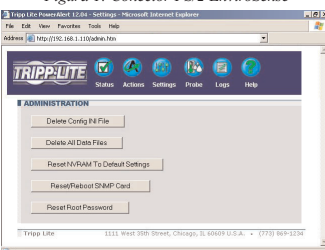

Figura 2: Pantalla de Administración de PowerAlert
- Después de conectar el sensor, use su Navegador de Web para conectarse a <http://x.x.x.x/admin.htm> (reemplace x.x.x.x con la dirección IP de la tarjeta). Entre a la interfaz de PowerAlert como el administrador. Haga click en el botón etiquetado *Reset/Reboot SNMP Card* [Restaurar/Reinicializar la tarjeta SNMP] (Figura 2). Después de que la tarjeta se haya reinicializado, un nuevo botón etiquetado *Probe* [Sonda] aparecerá en el área superior de navegación del PowerAlert. Haga click en este botón para acceder a las opciones de monitoreo y control del sensor EnviroSense.